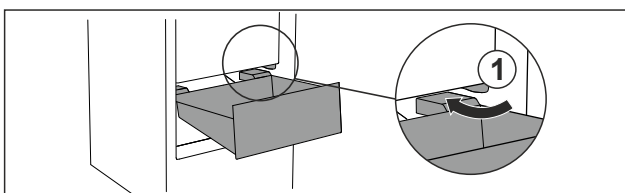

Fig. 72
- ▶ Обвести висувний ящик навкіс навколо стопора Fig. 72 (1).